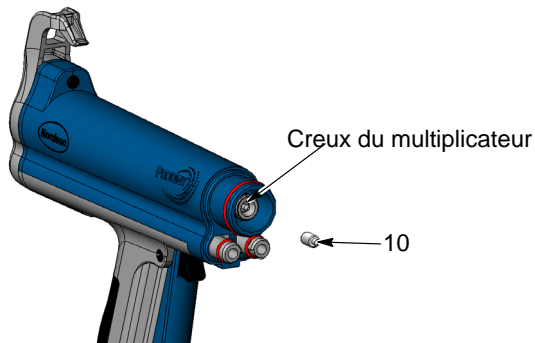
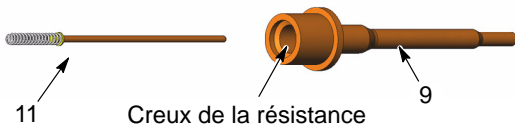

Figure 5 Dépose de l'entretoise de contact
Figure 6 Dépose de la résistance de son support
8. Voir la figure 5. Retirer l'entretoise de contact (10) du creux du multiplicateur. Essuyer la graisse diélectrique qui se trouve sur l'entretoise de contact.
9. Voir la figure 6. Retirer la résistance (11) du porte-résistance (9).
1. Voir la figure 6. Injecter environ 0.60 cc de graisse diélectrique dans le creux de la résistance.
2. Insérer la résistance (11) dans le porte-résistance (9) jusqu'à ce qu'elle touche le fond, puis remplir le creux de la résistance d'environ 0,8 cc de graisse diélectrique.
3. Voir la figure 5. Insérer l'entretoise de contact (10) dans le creux du multiplicateur. Remplir le creux du multiplicateur avec de la graisse diélectrique.